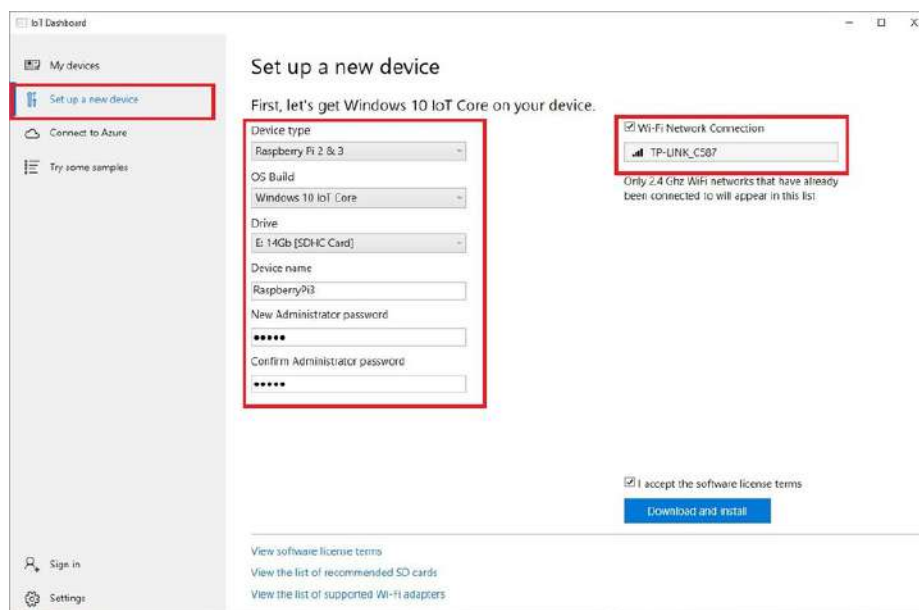

Figura 2: Configuración de la descarga de Windows 10 IoT Core
4. Seleccione la opción *configurar un nuevo dispositivo* (Set up a new device) en la barra lateral y seleccione configurar Windows 10 IoT Core en una Raspberry Pi tal como se muestra en la Figura 2. Tenga cuidado de seleccionar la letra de unidad correcta de la memoria microSD, una conexión a internet, y de anotar un nombre de dispositivo y contraseña.